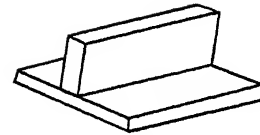

Fig. 13.18. T-joint.
**5. T-joint.** Refer to Fig. 13.18.